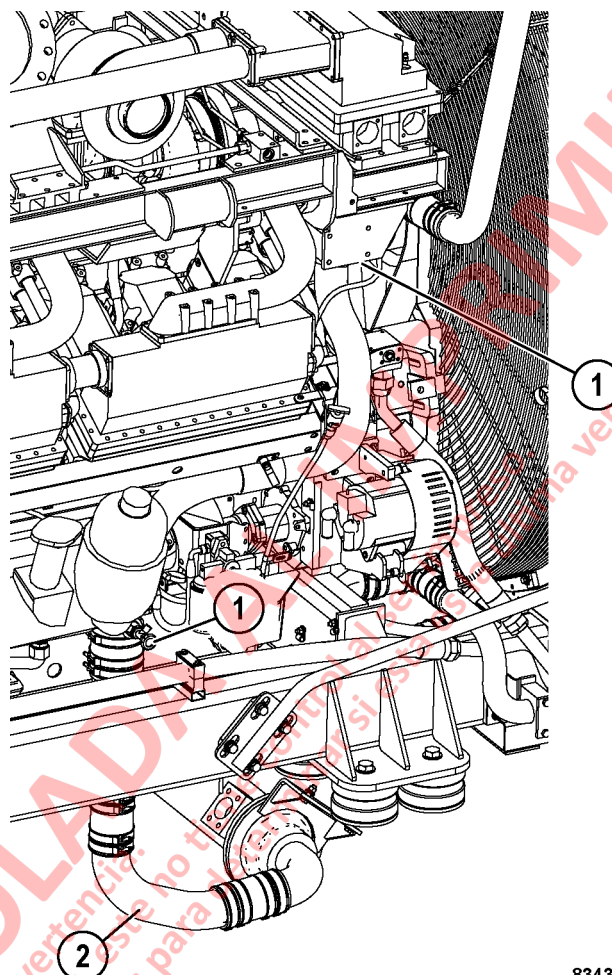

FIGURA 2-6. VÁLVULAS DE CORTE DE AGUA Y TUBERÍAS DEL INTERCAMBIADOR DE CALOR
16. Cierre las válvulas de corte de agua del calentador de la cabina (1, Figura 2-6), desconecte las líneas de agua y drene el agua del núcleo del calentador. Asegúrese de apartar las líneas de agua del compartimento del motor para evitar que interfieran con el desmontaje del módulo de potencia.
18. Desconecte y saque las tuberías del intercambiador de calor (2, Figura 2-6) de la bomba de agua del motor y del radiador.
16. Instale los bujes de goma, los pernos, las arandelas y las tuercas en los montajes del bastidor/subchasis delantero (6, Figura 2-6). Apriete los pernos a **712 ± 72 N·m (525 ± 53 lb-ft)**.